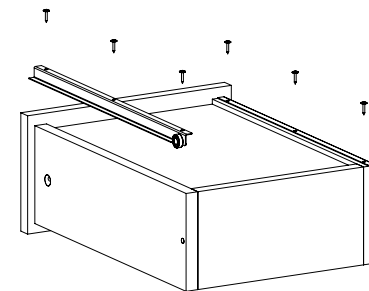

Рис.11
- Закрепить полозки направляющих на ящик шурупами 3,5x16 (Рис. 11).